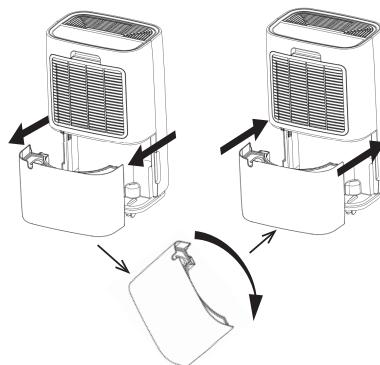

Рис. 3
• **A. Слив вручную (Рис. 3).** Опорожните резервуар для воды вручную.